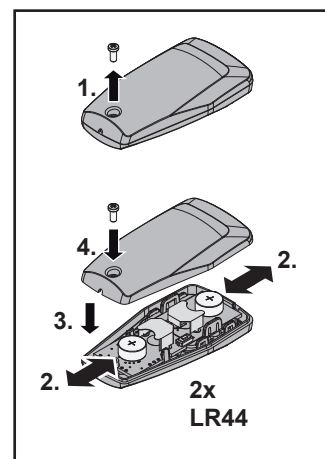

Fig. 2
4.1 Introduction / Changement de la pile (fig. 2)
4.1 Sostituzione / inserimento della batteria (fig. 2)